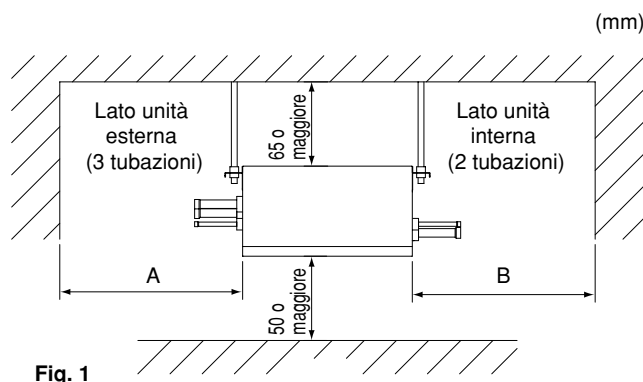

Fig. 1
- Dove sia assicurato uno spazio sufficiente per l'installazione e la manutenzione. (**Fare riferimento alla Fig. 1**)